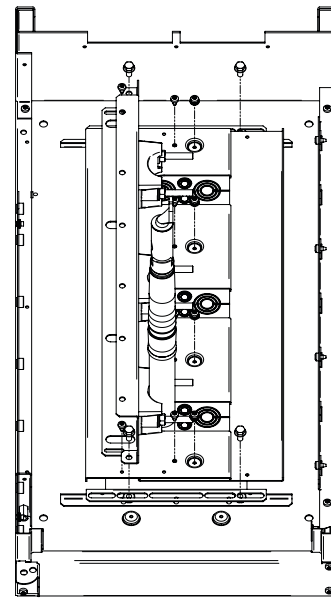

Figura 95. Instalación de las chapas del pavimento, de los listones guía cables, de los sujeta-cables y de los pasacables
- Introducir las chapas del pavimento, los pasacables, los sujeta-cables y los listones junto con las 8 tuercas en el pavimento de la unidad como se ve en la figura 95.